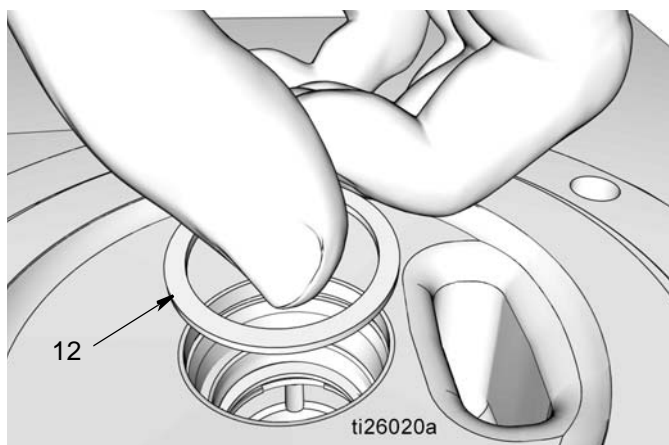

FIG. 33
- e. Installare il distanziale (12) (FIG. 33).